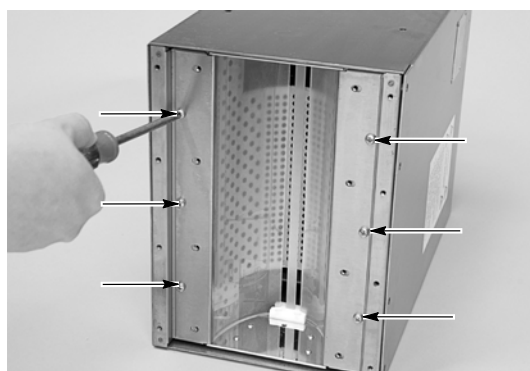

図 6-7 固定ブラケットの取外し
4. 図6-7を参照。6個の固定ボルトを外して、2個の固定ブラケットをランプヘッドベースから取出します。